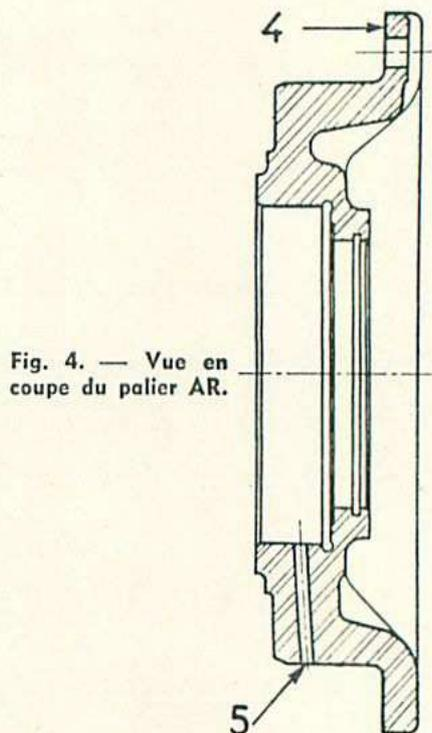

Fig. 4. — Vue en coupe du palier AR.
- Nettoyer le palier arrière (si nécessaire). Enduire de « Collex » ou d'huile de lin cuite la face d'appui du palier (4) (fig. 4).
- Présenter le palier AR sur le carter, de telle façon que le trou (5) (fig. 4)